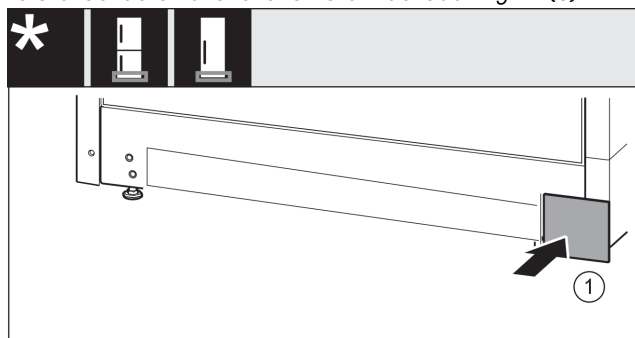

Fig. 18
- ▶ Kryt opäť nasadíte na druhú stranu. Fig. 18 (1)